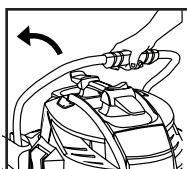
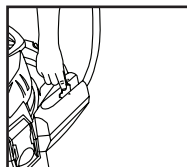

FIGURE 1
FIGURE 2
1. Levez la poignée rabattable en position élevée et verrouillez-la en place. **FIGURE 1 et FIGURE 2.**